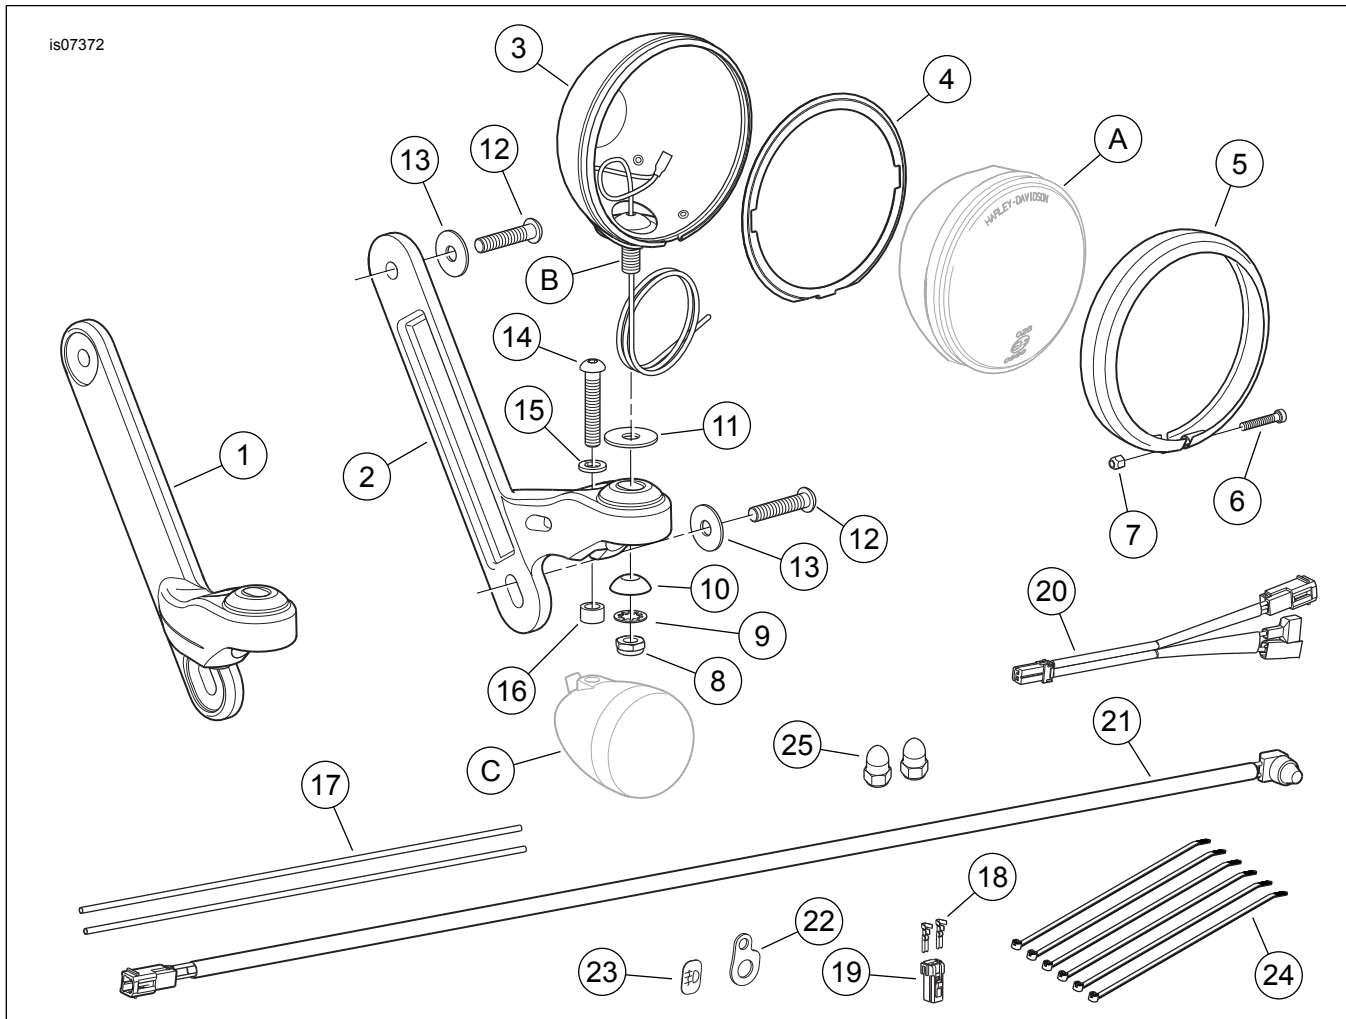

Abbildung 2. Ersatzteile, FLD Zusatzleuchten-Halterungssatz
Siehe Abbildung 2 und Tabelle 1.
1. Siehe Abbildung 2. Einen Zusatzleuchten-Glühlampensatz (A, einzeln erhältlich) und Teile 1–11 aus **diesem** Satz bereitlegen:
2. Siehe Abbildung 2. Vier verchromte TORX-Halbrundkopfschrauben (12) und vier verchromte flache Unterlegscheiben (13) aus dem Satz gemeinsam mit den zuvor zusammengebauten Zusatzleuchten und Halterungsbaugruppen bereitlegen.
4. Eine **neue** verchromte Unterlegscheibe (13) auf das Gewinde der **neuen** verchromten Schraube (12) aufstecken. Die Schraube durch das obere Loch der Befestigungsleiste, die Originalbuchse und das Distanzstück einsetzen. Die Schraube durch den oberen Scheinwerfertopf lose in die obere Gabelschelle (Gabelbrücke) einbauen. Die Befestigungsleiste, Buchse und das Distanzstück mit einer zweiten verchromten Schraube an der unteren Gabelschelle befestigen.
6. Siehe Abbildung 2. Zwei Innensechskant-Halbrundkopfschrauben (14), Federsicherungsscheiben (15) und Distanzstücke (16) aus dem Satz bereitlegen.